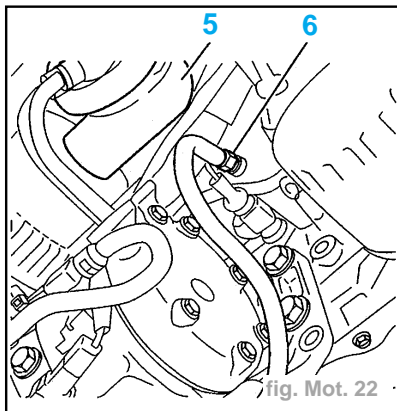

fig. Mot. 22
- Déposer le collecteur d'air (5) (fig. Mot. 22)
- Ouvrir la vis de vidange (6) du bloc moteur.